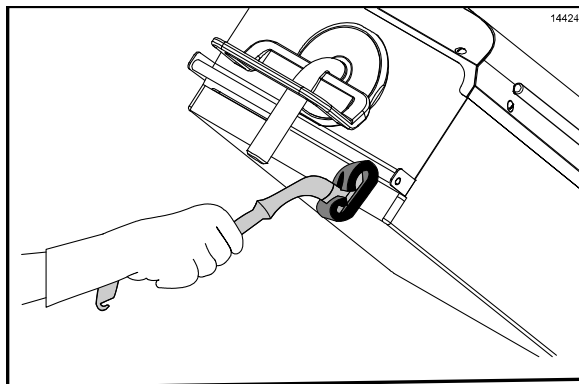

图 89
15. 在煎板的前侧从右向左涂抹 **McD Hi-Temp Grill Cleaner (HTGC)** 煎炉清洁剂。(请见图 89)